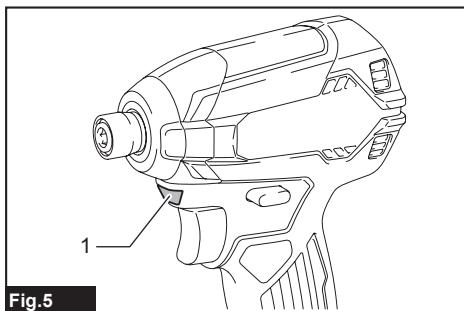

Fig.5
► Рис.5: 1. Рычаг реверсивного переключателя